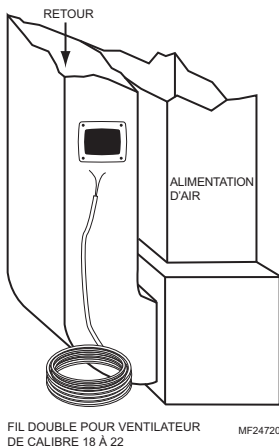

Fig. 5. Amener le fil jusqu'à l'emplacement de montage.
3. Amener un fil double basse tension pour ventilateur jusqu'à l'emplacement de montage sur la gaine. Voir la Fig. 5.
3. Amener un fil double basse tension pour ventilateur jusqu'à l'emplacement de montage dans la pièce. Voir la Fig. 5.